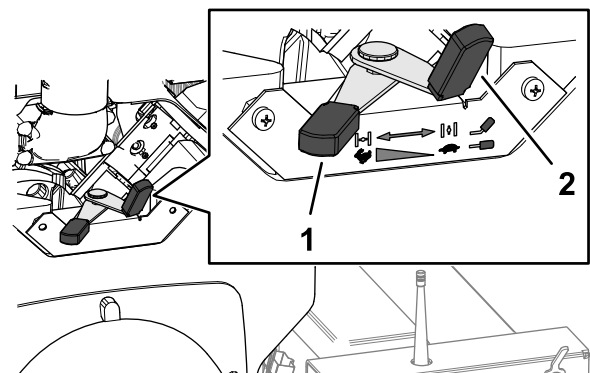

Bild 17
2. Schieben Sie den Chokehebel (Bild 17) in die EIN-Stellung, bevor Sie einen kalten Motor anlassen.